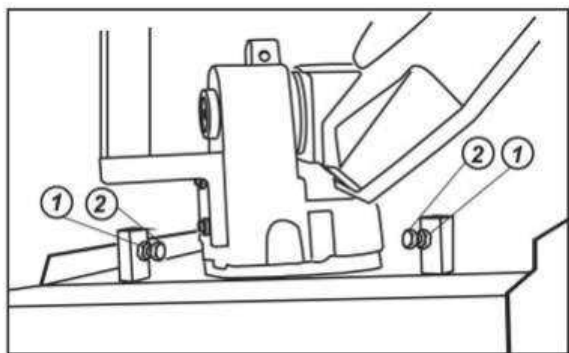

Fig.12
- Desserrez l'écrou à tête hexagonale (1 Fig. 12).
- Vissez ou dévissez le boulon à tête hexagonale (2 Fig. 12) pour exécuter le réglage.